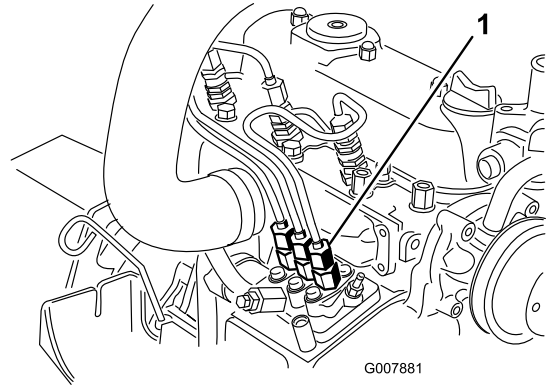

Figura 49
1. Coloque um tapete por baixo da tubagem que sai da bomba de injeção para o bocal injector n.º 1 conforme ilustrado em Figura 49.